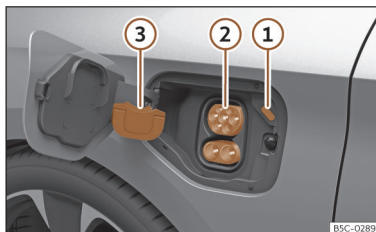

Fig. 61 Por trás da tampa da tomada de carregamento da bateria na parte dianteira esquerda: tomada de carregamento.
- Retire a capa de proteção e encaixe-a no engate >>> **Fig. 61 ③**
- Ligue o conector de carregamento da estação de carregamento à tomada de carregamento >>> **Fig. 61 ②**
O LED (indicador do processo de carregamento) da tomada de carregamento pisca e emite cintilações brancas >>> **Fig. 61 ①** >>> **Página 88**
O indicador do processo de carregamento da tomada de carregamento pisca a verde >>> **Fig. 61 ①**.
- Pressione o botão de função **Parar carregamento** no ecrã do sistema infotainment. O indicador do processo de carregamento situado junto da tomada de carregamento acende a branco >>> **Fig. 61 ①**. O conector de carregamento está desbloqueado.
- Encaixe a capa de proteção na ligação inferior da tomada de carregamento. >>> Fig. 61③